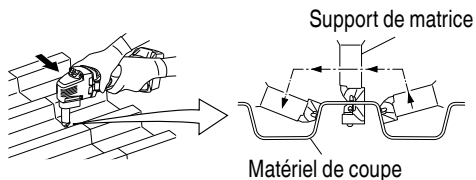

Fig. 9
- (2) Maintenir la machine fermement avec les deux mains comme montré dans Fig. 9. Aligner avec la forme de la plaque trapézoïdale, et pousser la machine vers l'avant jusqu'à ce que le support du moule soit à angle droit comme montré dans la Fig. 9 et effectuer la coupe.